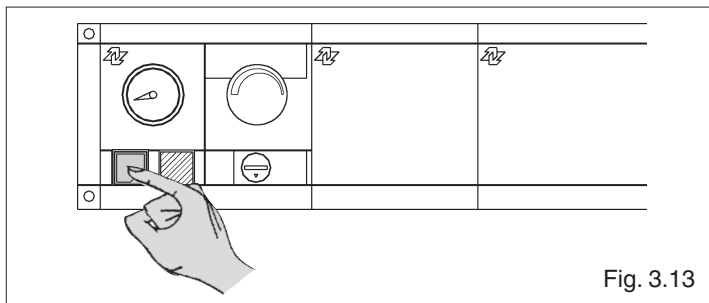

Fig. 3.13
- Trycka på huvudströmbrytaren på kontrollpanelen och kontrollera att värmepannan släcks (fig. 3.13)